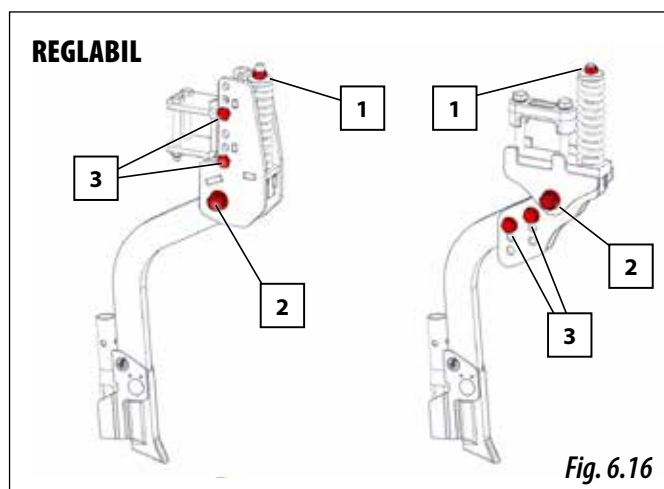

Fig. 6.16
Pentru a regla presiunea brăzdarului asupra solului, trebuie să acționați asupra piuliței arcului (1, Fig. 6.16).
Aceste brăzdare sunt fixate pe suport cu ajutorul unui șurub SOLĂ special (2, Fig. 6.16) prevăzut cu o piuliță autoblocantă, a cărei mișcare controlează jocul brăzdarului.
- 1- Scoateți șuruburile și piulițele (3, Fig. 6.16).
- 3- Introduceți șuruburile și piulițele în noua locație (3, Fig. 6.16).